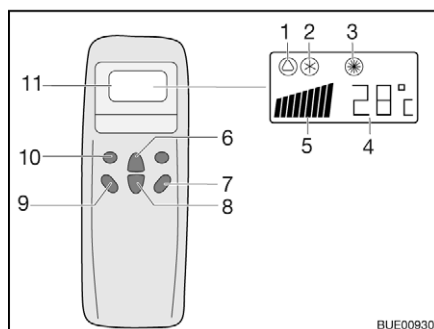
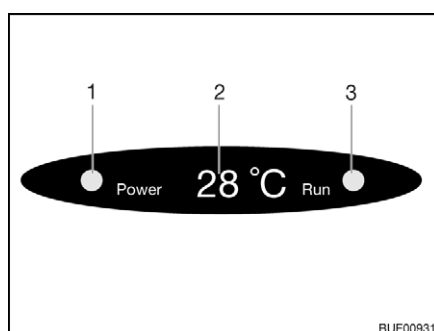

Fig. 114 Telecomando
Fig. 115 Display su diffusore
- Premere il tasto "ON/OFF" (Fig. 114,7).
- Premere il tasto "Mode" (Fig. 114,10) spesso, finché la modalità desiderata (Fig. 114,1, 2 o 3) viene visualizzata sul display. La spia di controllo relativa sul display sul diffusore (Fig. 115,3) si accende.
- Con i tasti di aumento della temperatura (Fig. 114,6) o di riduzione della temperatura (Fig. 114,8) regolare la temperatura desiderata.
- Con il tasto numero di giri ventola (Fig. 114,9) selezionare il livello desiderato per la ventola.